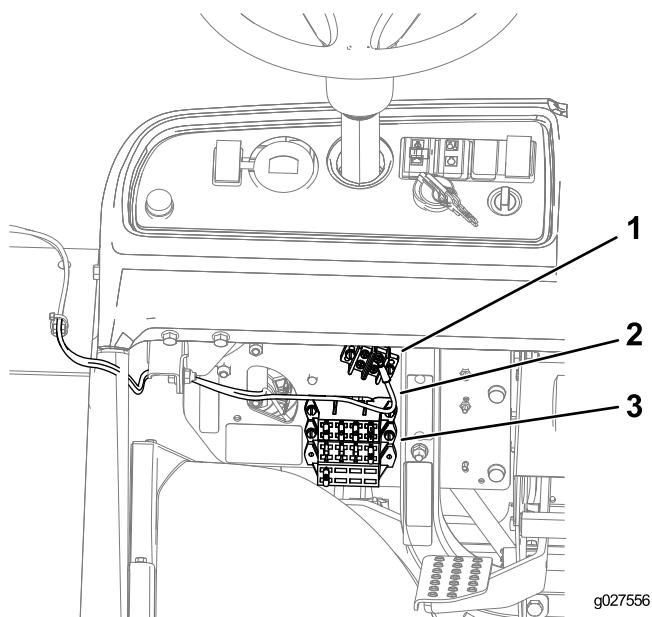

Figura 12
- Per macchine Workman MD/MDX/MDXD: collegate il terminale ad anello sul cablaggio alla morsettiera di messa a terra e inserite il connettore del portafusibili in un collegamento disponibile nel portafusibili (Figura 12).